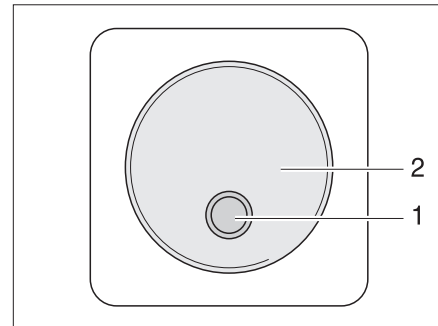

Fig. 192 Conmutador externo
- II "Remo." = El aparato se puede encender y apagar con el conmutador externo (Fig. 192,1).
El conmutador externo del convertidor (Fig. 192) se encuentra en el habitáculo del vehículo, por ejemplo en la zona de la entrada. El conmutador está identificado con el rótulo "Convertidor". El LED (Fig. 192,1) indica el estado de funcionamiento del convertidor.